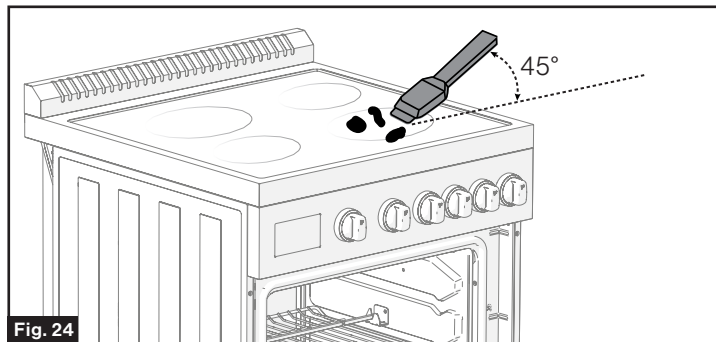

Fig. 24
2. Utilisez un grattoir à lame de rasoir à un seul tranchant à environ 45° contre la surface du verre et grattez la saleté. Il sera nécessaire d'appliquer une pression sur le rasoir pour enlever les résidus. (Fig. 24)